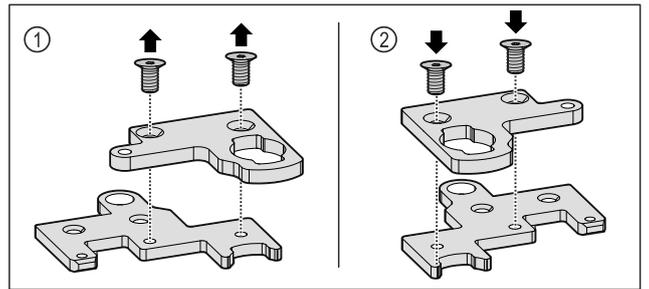

Fig. 34
- ▶ Désassembler l'angle de la charnière en deux parties. Fig. 34 (1)
- ▶ Remonter l'angle de la charnière en deux parties en le faisant pivoter de 180°. Fig. 34 (2)